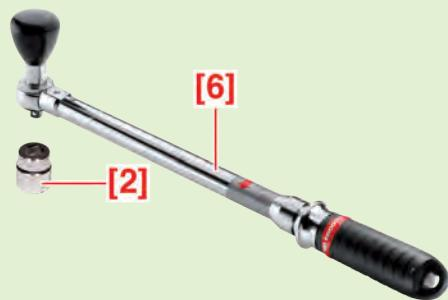

Fig.7
- Assembler la clé dynamométrique [6] et la douille [2] (Fig.7).
- Serrer les vis (1) au couple prescrit à l'aide de l'outil assemblé (voir l'éclaté de pièces "Freins avant") (chapitre «Méthode de réparation»).